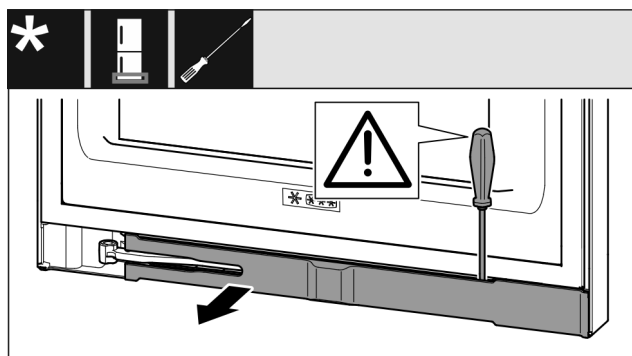

Fig. 15
- ▶ Pattintsa ki a takarólemezt lapos csavarhúzóval, és fordítsa oldalra. (lásd Fig. 15)